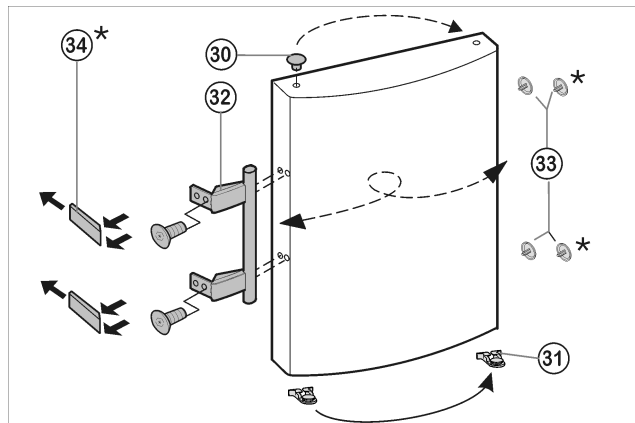

Fig. 8
- ▶ Zátky Fig. 8 (30) vyjměte z pouzdra ložisek dveří a přemístěte je.
- ▶ Madlo dveří Fig. 8 (32), zátky Fig. 8 (33) a krycí destičky* Fig. 8 (34) odmontujte a přemontujte na protější stranu.